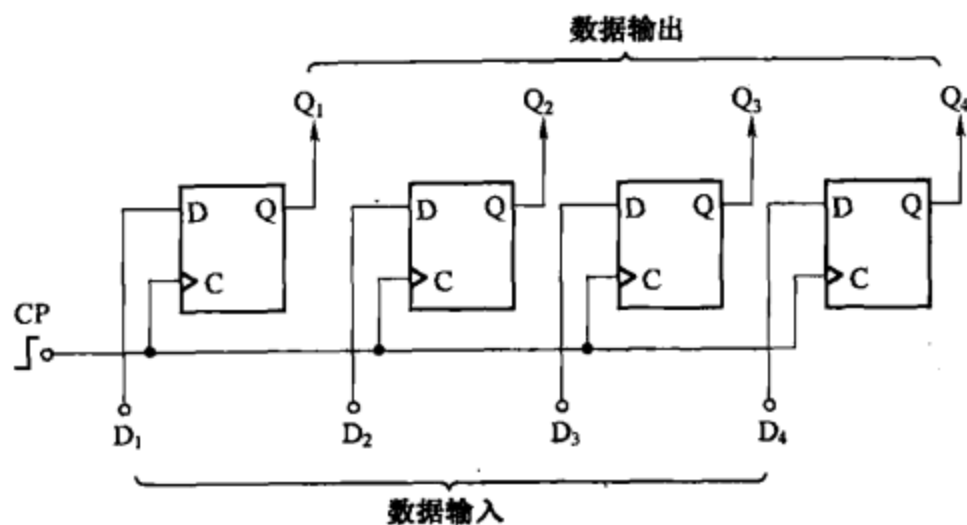

图 8-27
(1) 图 8-27 所示为 4 个 D 型触发器构成的 4 位数据锁存器电路， $D_1 \sim D_4$ 为数据输入端， $Q_1 \sim Q_4$ 为数据输出端。4 个 D 型触发器的时钟输入端并联，在时钟脉冲 CP 上升沿的触发下，将 $D_1 \sim D_4$ 端的数据输入触发器，并从 $Q_1 \sim Q_4$ 端输出。在下一个 CP 脉冲上升沿到来之前，即使 $D_1 \sim D_4$ 输入端的数据消失，其 $Q_1 \sim Q_4$ 输出端的数据仍不变，实现了所谓的“锁存”。